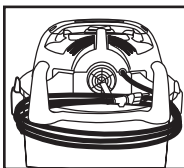

FIGURE 29
51. Avant de ranger votre aspirateur, le réservoir doit être vidé et nettoyé. Le cordon d'alimentation peut être enroulé autour du rembobineur de cordon fourni dans le couvercle du réservoir à l'arrière de l'appareil. **FIGURE 29.**